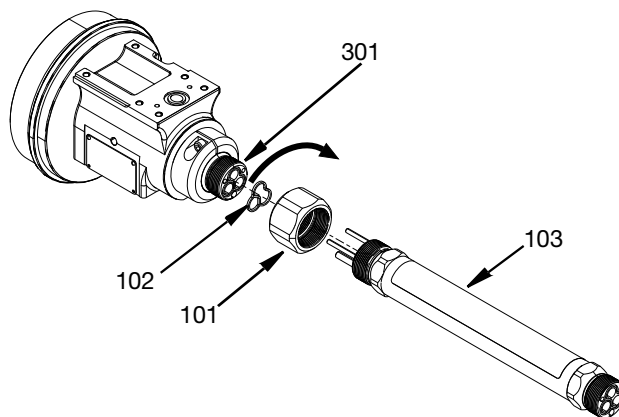

FIG. 28
1. Applicare uno strato sottile di grasso al litio sulla guarnizione dell'adattatore (102) e installarlo all'estremità del corpo centrale (301).
2. Applicare antigrippaggio al lubrificante alle filettature del corpo centrale (301) e del gruppo tubo lungo (503).
3. Appoggiare il dado di bloccaggio tenditore (101) sull'estremità filettata del corpo centrale (301) ma non avvitare.
4. Allineare e inserire i perni all'estremità del gruppo tubo lungo (103) nel corpo centrale (301). Ruotare il dado tenditore in senso orario guardandolo rivolto all'alloggiamento girevole in modo che le filettature del gruppo tubo lungo (103) e del corpo centrale si impegnino contemporaneamente. Serrare il dado a una coppia di 101,69 N•m (75 ft-lb). Vedere FIG. 28.